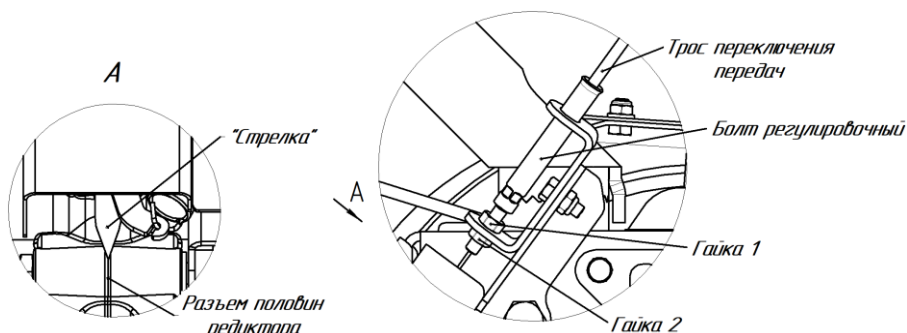

Рис.22 Регулировка переключения передач
2. Проверить расположение "стрелки" на редукторе, она должна указывать на разъем половин редуктора (рис.22).
3. Если "стрелка" смещена относительно разъема половин редуктора, то необходимо расконтрить Болт регулировочный отвернув Гайку 2 одновременно придерживая Гайку 1 ключом (рис.22).